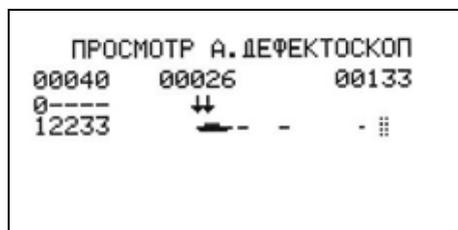

Рисунок 40 - Просмотр результатов УЗК с расшифровкой для толщин 4÷9 мм.
5.6.1.7 Для подробной расшифровки результатов контроля необходимо нажать клавишу «9» (см. рисунок 40). В правой части экрана появится картинка дефектности фрагмента проконтролированного участка сварного соединения. В левой части экрана в текстовом виде отобразится информация о наличии или отсутствии дефектов в месте, на которое указывает маркер.
5.6.1.8 При толщине контролируемого изделия до 10 мм результаты контроля отображаются в один слой (см. рисунок 40), для толщин 10 мм и более – в три слоя (см. рисунок 41).